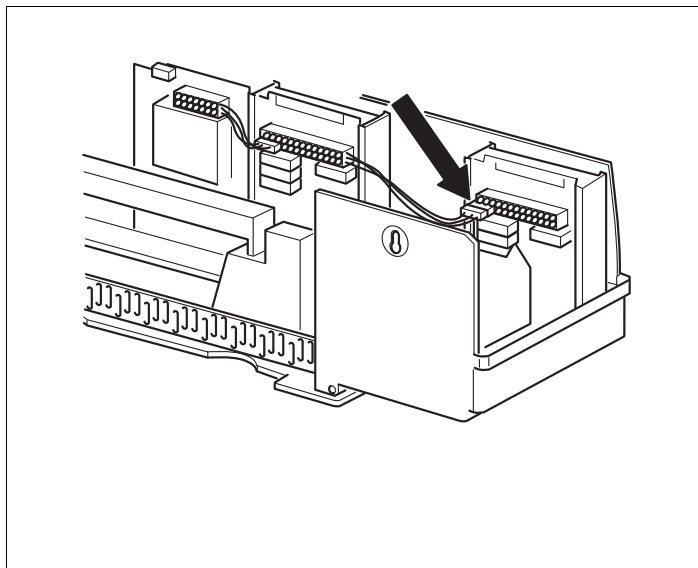

Fig. 21 Estabelecer a alimentação de tensão de 230 V
- Inserir a ficha de ligação do módulo de 230 V na posição prevista na barra de conectores (para a ligação do módulo na slot 1, → Fig. 21).